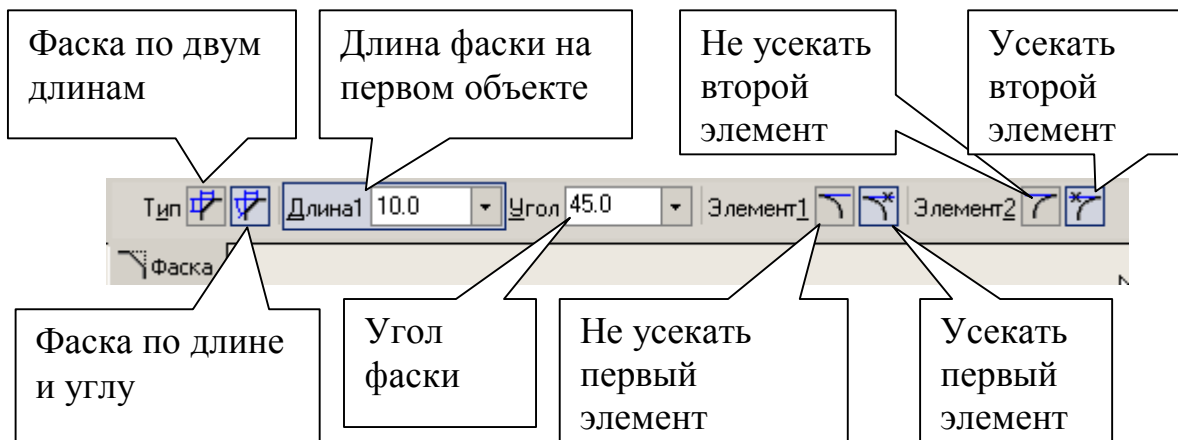

Рис. 66
- Для выполнения фасок с катетом 6 мм и углом наклона 45° активизируйте на панели **Геометрия** команду **Фаска** . Строка параметров для этой команды показана на рис. 66. Должна быть активна кнопка **Фаска по длине и углу**.